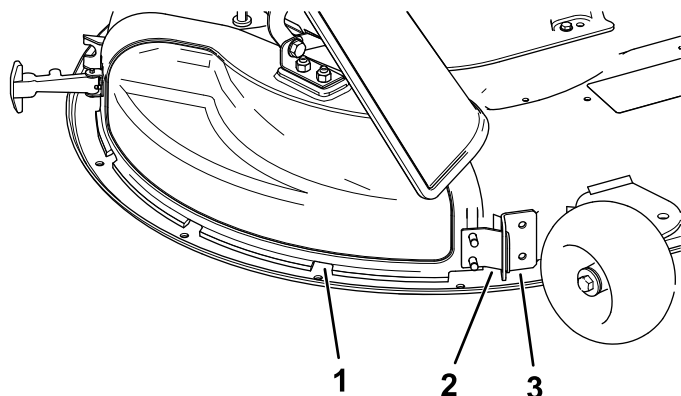

Figuur 12
3. Maak de buigbare vergrendeling los van de grendelhouder op de afvoerafsluiter en kantel de afvoerafsluiter naar rechts (**Figuur 12**).
6. Bevestig de afvoerafsluiter aan het maaidek door de buigbare vergrendeling op de afvoerafsluiter te bevestigen aan de houder op het maaidek (Figuur 12).